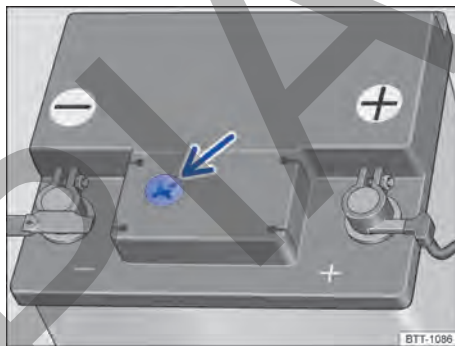

Fig. 185 En el compartimento del motor: ejemplo de posición del visor en el lado superior de la batería del vehículo.
- El visor redondo → fig. 185 en la parte superior de la batería del vehículo cambia de color dependiendo del nivel del electrolito.